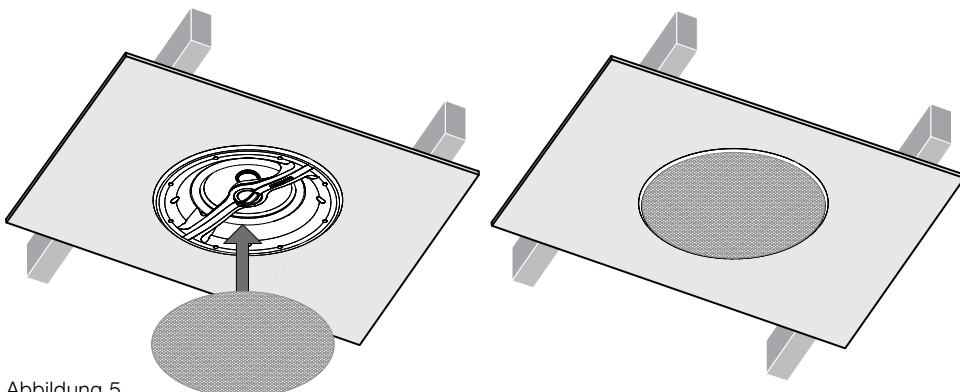

Abbildung 5
4.5 Jetzt kann die Abdeckung angebracht werden. Sie wird magnetisch in Position gehalten. Richten Sie sie einfach entsprechend der Nut im Rahmenflansch aus, wo sie einrastet. In Abbildung 5 ist das Anbringen der Abdeckung dargestellt.